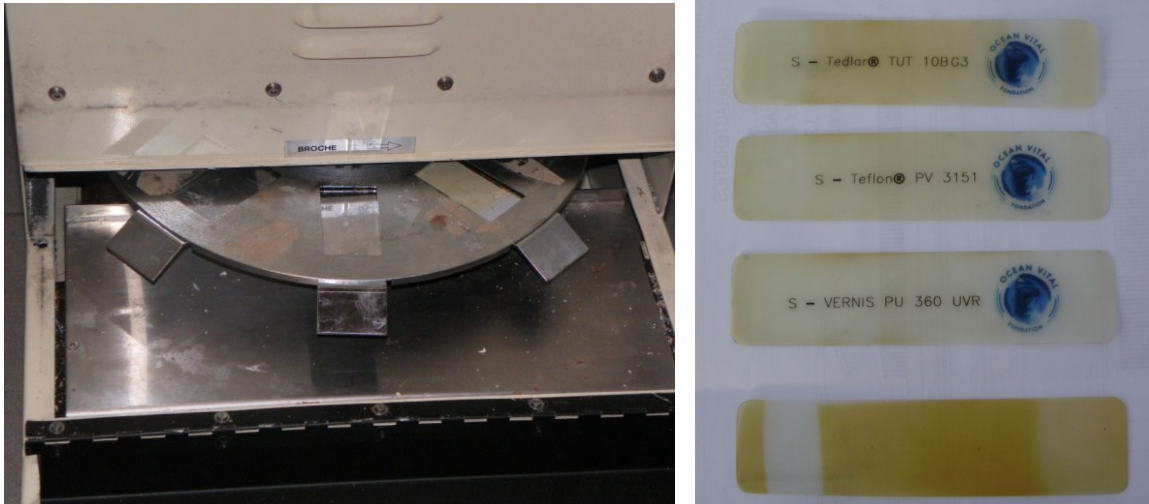

Figure 4 : Éprouvettes soumises à 1000 heures aux UVA (Essai réalisé à l'ICAM Nantes)
- **Tenue du module aux ultraviolets** des modules issus de différents frontsheets, backsheets, EVA, composites structuraux, vernis PU et autres polymères (Fig. 4).